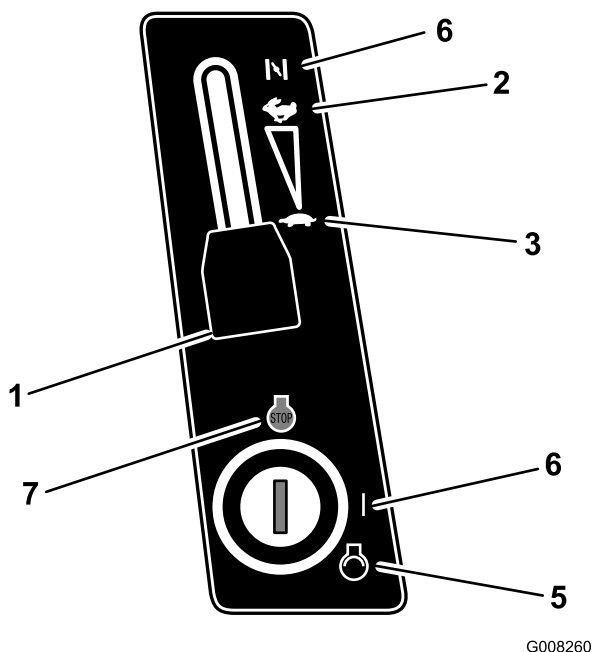

Figura 13
5. Al arrancar un motor frío, coloque la palanca de control del acelerador en la posición Estárter (Figura 13).
- Mueva la palanca de control del acelerador a la posición Lento (Figura 13).
- Gire la llave de contacto en el sentido de las agujas del reloj y manténgala en posición Arranque (Figura 13). Cuando el motor arranque, suelte la llave.
- Cuando el motor arranque, mueva lentamente la palanca de control del acelerador a la posición Rápido (Figura 13).
- Ponga el acelerador en Lento (Figura 13).
- Gire la llave de contacto a Desconectado (Figura 13).